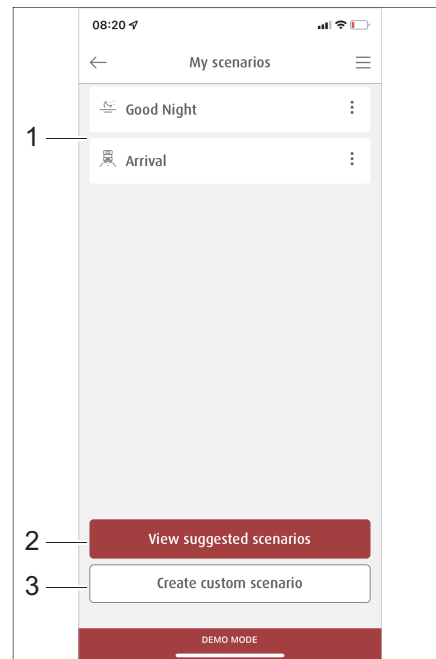

Fig. 282 Gestión de escenarios
En el área *Escenarios* se muestran todos los escenarios (Fig. 282,1) guardados, los escenarios preparados (Fig. 282,2) pueden verse o también pueden crearse de nuevos (Fig. 282,3).
- Presionar en el menú *Escenario* la opción *Ver escenarios preparados* (Fig. 282,2).
Las opciones de los escenarios seleccionados aparecen enmarcadas en rojo y se incluyen en la lista del menú *Mis escenarios* (Fig. 282,1).